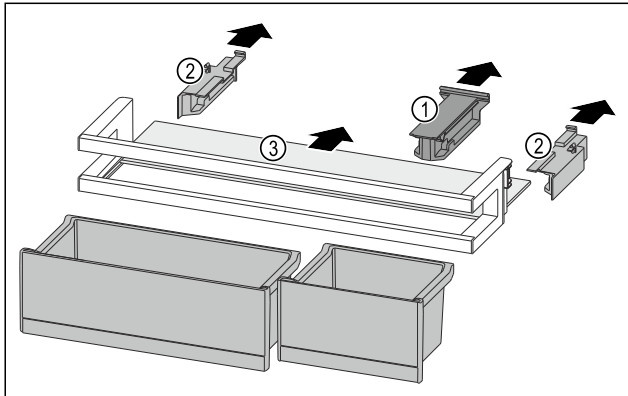

Fig. 121
- ▶ Retirer la pièce de retenue Fig. 121 (1).
- ▶ Retirer les parties latérales Fig. 121 (2).
- ▶ Retirer la tablette de rangement Fig. 121 (3).